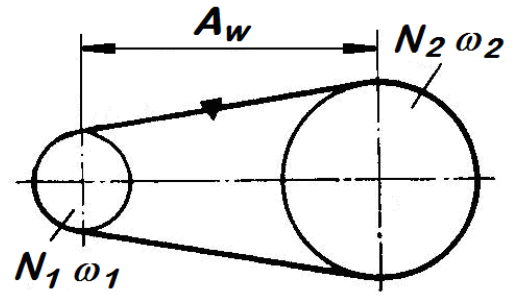

Рис. 27
2. Рассчитать клиноременную передачу (рис. 27). Передаваемая ведущим шкивом мощность  $N_1$ , угловая скорость его  $\omega_1$  и угловая скорость ведомого шкива  $\omega_2$  приведены в табл. 26. Работа односменная; пусковая нагрузка до 150 % номинальной.